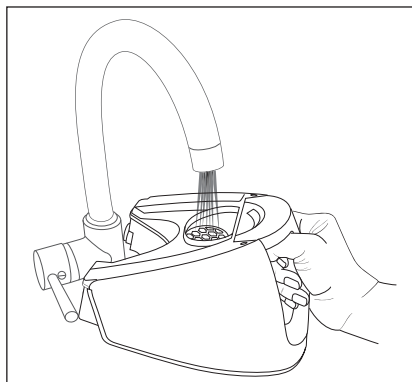

Fig. 2
- Sortez le réservoir à eau ⑦ de l'appareil par la poignée.
- Remplissez le réservoir à eau ⑦ en utilisant l'orifice de remplissage, exclusivement avec de l'eau du robinet ou distillée (voir fig.2).